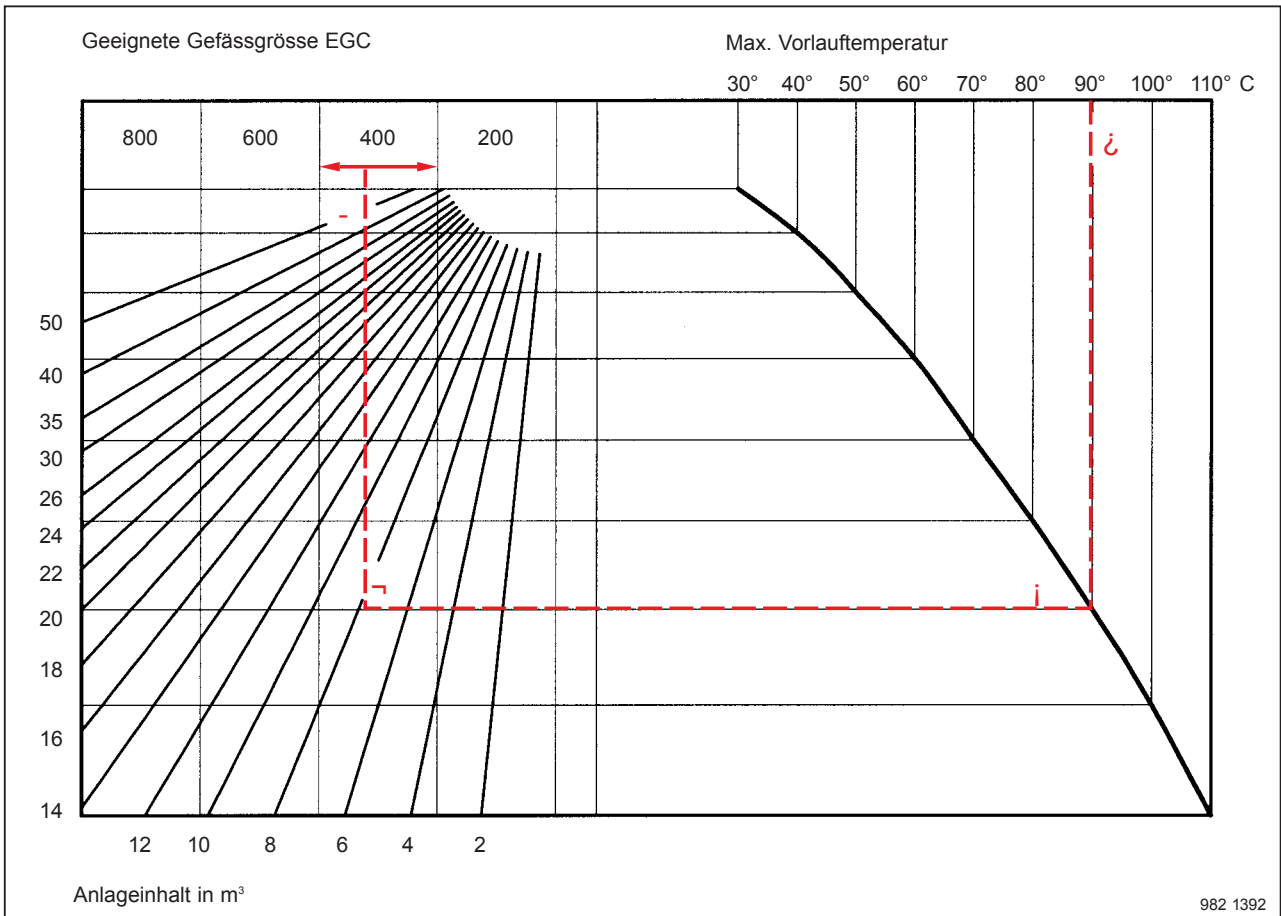

Fig. 5
- Verwendung von Fig. 5, die direkt die minimal erforderliche Gefässgrösse aufzeigt.
Man geht dann in Fig. 5 so vor, dass man die Gefässbestimmung mit dem halben Anlageinhalt durchführt.
Nach Methode b) (Fig. 5):